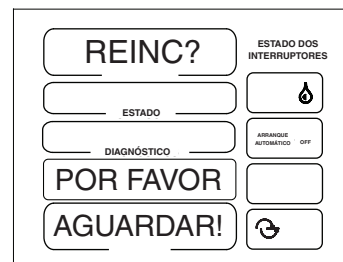

Figura 52-2
4. Premir  para repor as definições de fábrica do painel. Ver a figura 52-2.